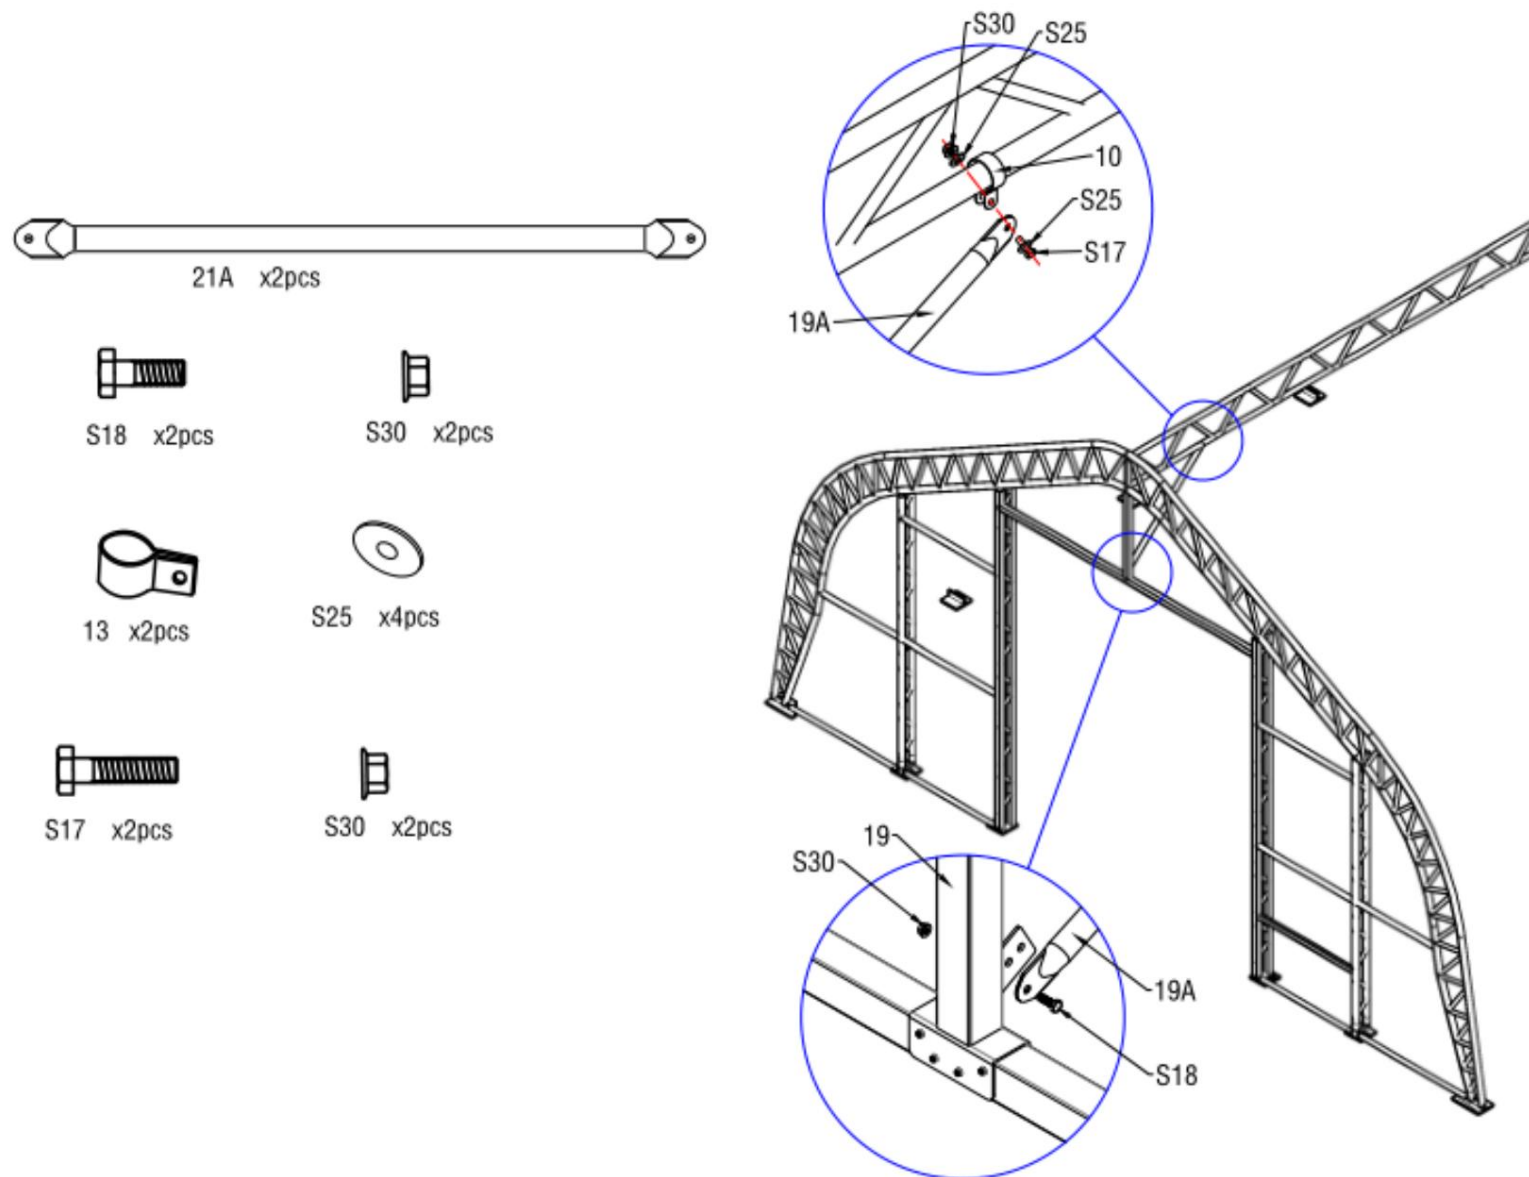

Figure 15
2. Fixez les clips (n° 13) sur les pannes à double ferme (n° 8) et installez le tube de support diagonal pour poutre de porte (n° 21A) sur les clips comme illustré à la figure 15. Veuillez connecter le tube de support diagonal pour poutre de porte (n° 21A) entre le cadre de porte et les pannes à double ferme (n° 6) à l'aide de vis M10x30 (n° S18) et M10x50 (n° S17) avec une rondelle plate M10 (n° S25).